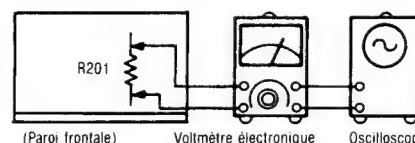

Fig. 9
1. Brancher les appareils comme indiqué dans la Fig. 9.